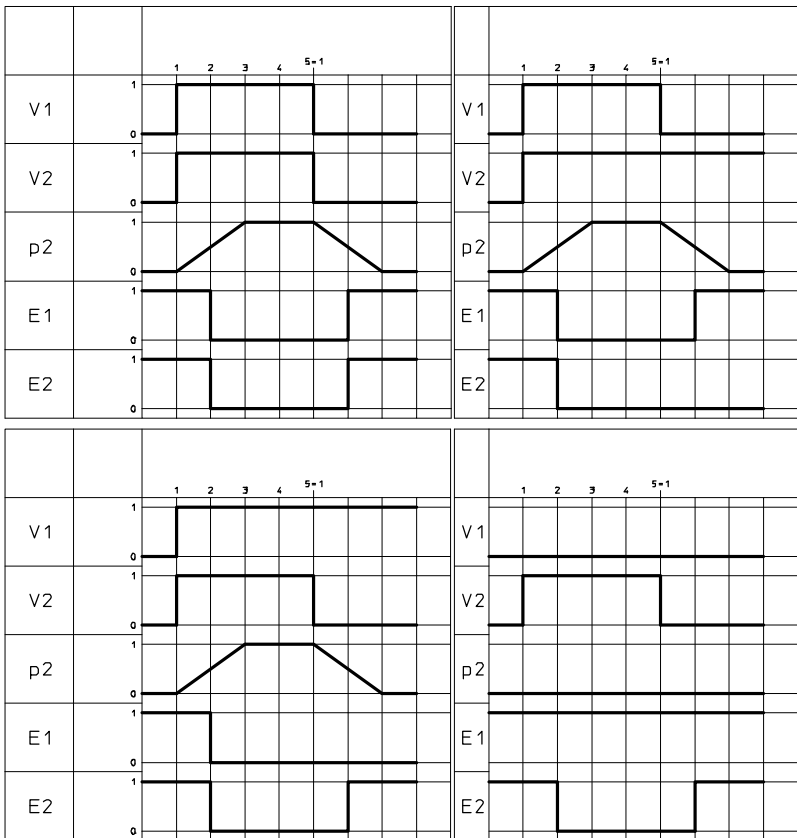
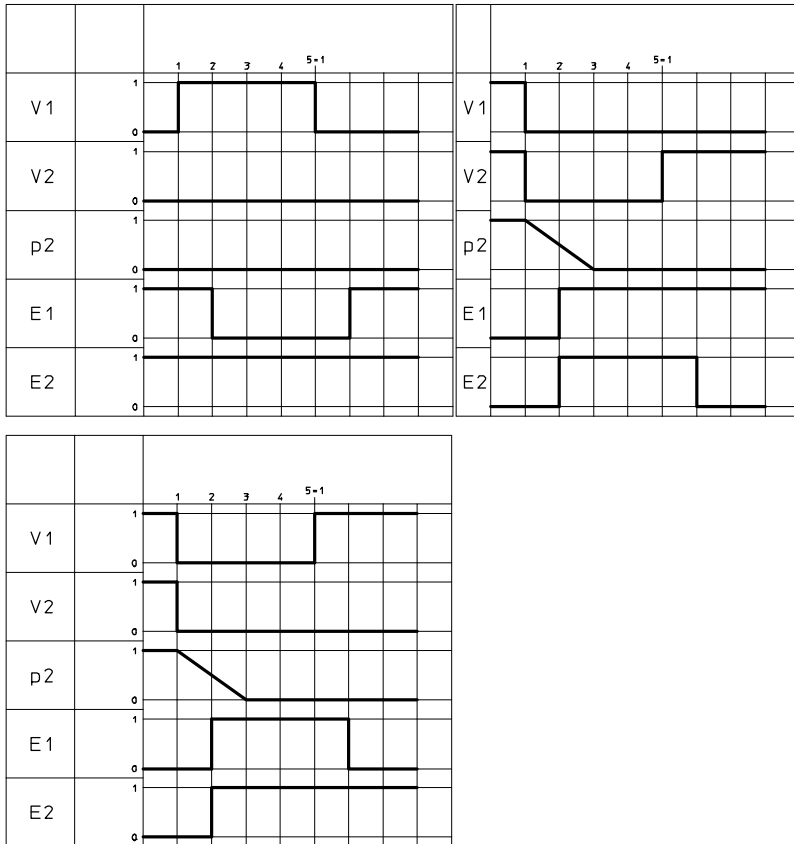

Fig. 8 Funktionstest, Schritte 1 bis 4
Fig. 9 Funktionstest, Schritte 5 bis 7
3. Um alle Schaltstellungskombinationen der beiden 5/2-Wege-Magnetventile V1 und V2 des Steuerblocks zu prüfen: Signale der Näherungsschalter E1 und E2 (hier: PNP-Näherungsschalter) mit Hilfe der folgenden Schrittabfolgen auswerten (→ Fig. 8 ... Fig. 9).